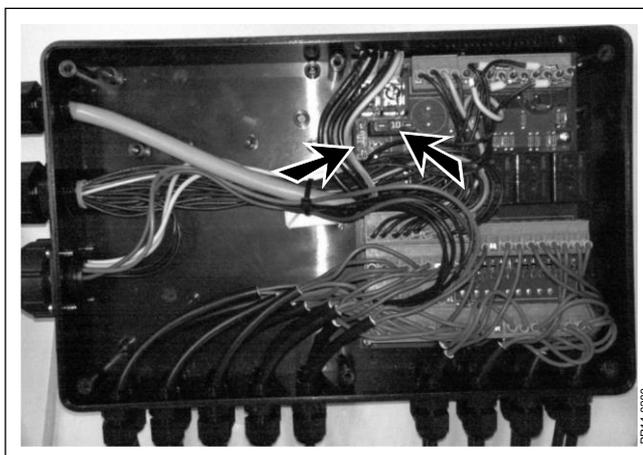

Abb. 7-5
**Abb. 7-5** Im Steuersystem an der Maschine befinden sich zwei 10-A-Sicherungen. Die Sicherungen nur durch andere Sicherungen mit der gleichen Stromstärke ersetzen. Außer dem Austauschen der Sicherungen müssen alle Wartungen immer von einem von JF autorisierten Händler/Service-Techniker vorgenommen werden.